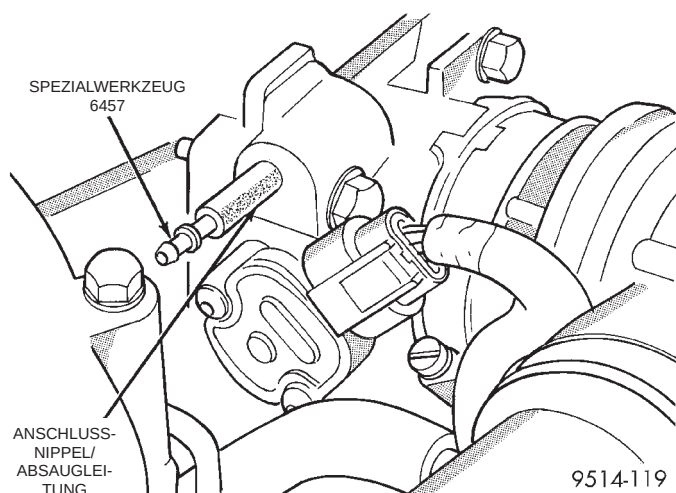

Abb. 62 Luftdurchsatz-Meßgerät 6457 am Anschlußnippel der Absaugleitung angeschlossen—2.5L-Motor
(4) Mit einem Schlauchstück das Luftdurchsatz-Meßgerät 6457 (0,125 Zoll/3,175 mm Durchmesser) am Anschlußnippel der Absaugleitung am Drosselklappengehäuse anschließen (Abb. 62).
(5) Sicherstellen, daß alle Zusatzverbraucher ausgeschaltet sind.
(6) Das DRB-Testgerät am Steckverbinder/Datenübertragung im Fahrzeuginnenraum anschließen.